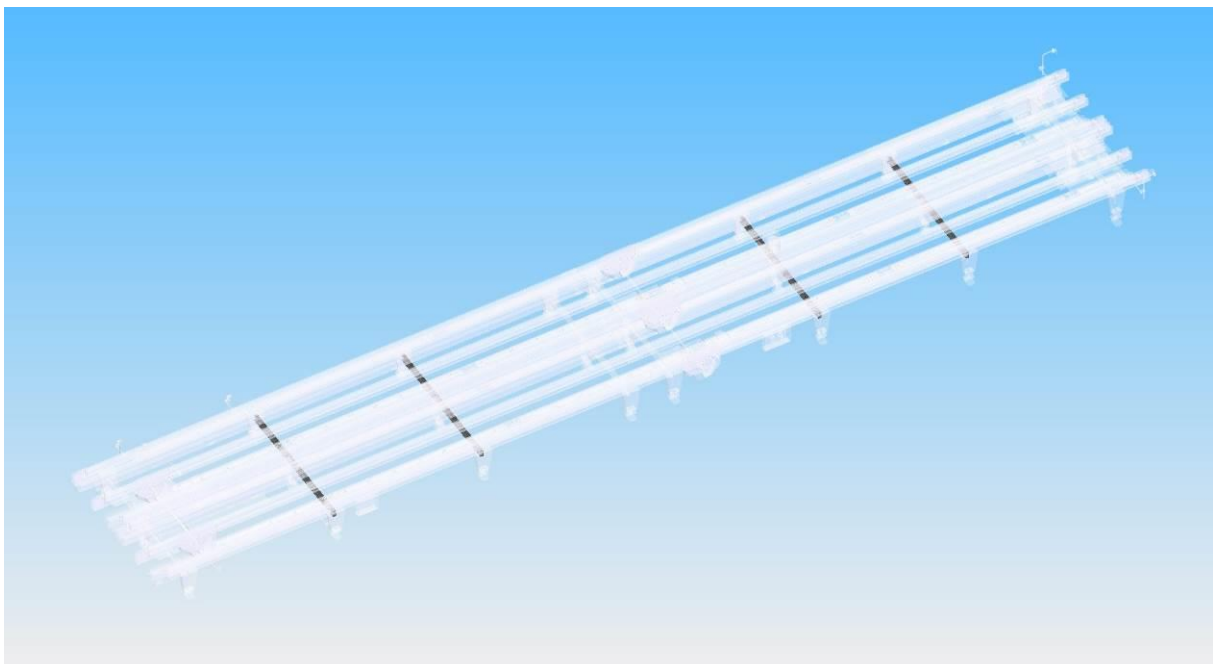

Abbildung 9.1 Querträger
- Das System ist nun bereit für den Transport. Sorgen Sie beim Anheben des Systems immer für gleichmäßige Lastverteilung. In Abbildung 9.1 sind die Querträger, an denen sich das System am besten anheben lässt, schwarz dargestellt.